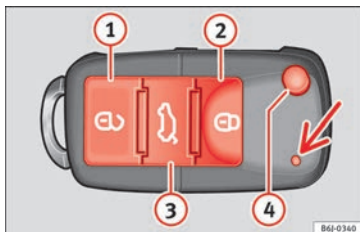

Fig. 84 Teclas de la llave con mando a distancia.
Con la tecla ④ » **fig. 84** del mando, se desbloquea el paletón de la llave.
Desbloqueo del vehículo ② » **fig. 84** ①.
Bloqueo del vehículo ③ » **fig. 84** ②.
Desbloqueo del portón trasero. Pulse la tecla ③ » **fig. 84** ③ hasta que todos los intermitentes del vehículo parpadeen brevemente. Al pulsar la tecla de desbloqueo ③ ③, dispone de 2 minutos para abrir el portón. Una vez transcurrido este tiempo se bloqueará de nuevo.
Además, el testigo de la pila de la llave » **fig. 84** (flecha), parpadea.
- Pulse la tecla   » **fig. 84** del mando a distancia.